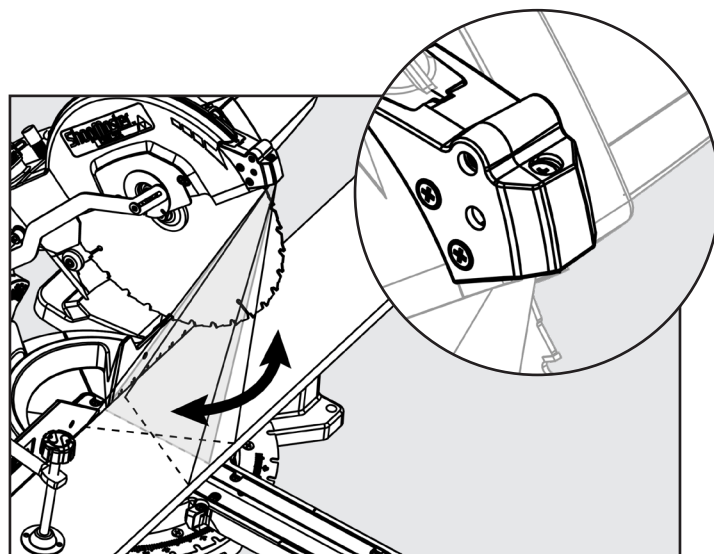

FIGURA 27
Si advierte que la línea láser no está perfectamente paralela a la hoja de la sierra, consulte la Figura 27 y siga estas instrucciones: utilice un destornillador Phillips para girar el tornillo (A) hasta que la línea láser quede paralela a la hoja de la sierra.